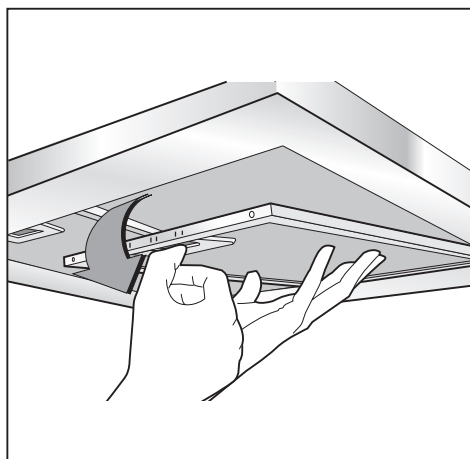

Fig.5
• La distanza minima fra la superficie di supporto dei recipienti di cottura sul dispositivo di cottura e la parte più bassa della cappa da cucina deve essere di almeno **65 cm**. Se dovesse essere usato un tubo di connessione composto di due o più parti, la parte superiore deve essere all'esterno di quella inferiore. Non collegare lo scarico della cappa ad un condotto in cui circoli aria calda o utilizzato per evacuare fumi degli apparecchi alimentati da un'energia diversa da quella elettrica. Prima di procedere alle operazioni di montaggio, per una più facile manovrabilità dell'apparecchio disinserire i filtri/anti grasso (Fig.5).